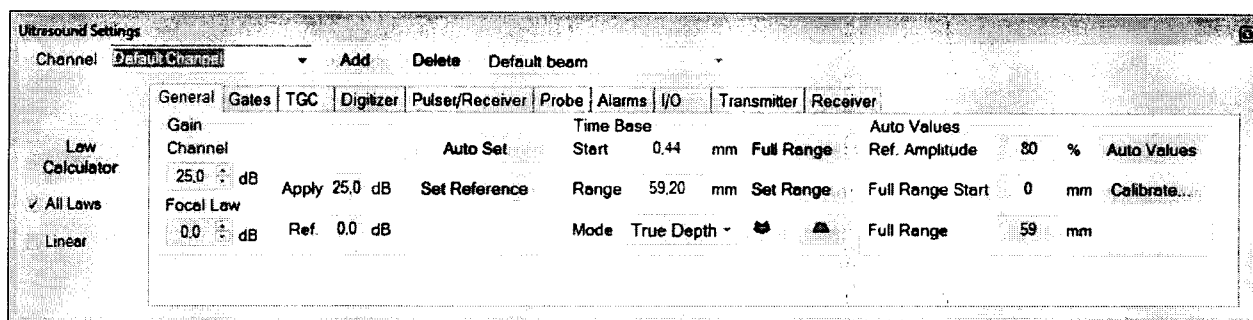

Рисунок 2 – Панель «Ultrasound Settings»
8.3.2.2 Открыть панель УЗ настроек - в меню «Display» выбрать «Ultrasound Settings» (рисунок 2).
8.3.3.5 Открыть панель УЗ настроек - в меню «Display» выбрать «Ultrasound Settings» (рисунок 2):
8.4.2 Открыть панель настроек - в меню «Display» выбрать «Ultrasound Settings» (рисунок 2).
8.5.3 Открыть панель УЗ настроек - в меню «Display» выбрать «Ultrasound Settings» (рисунок 2).